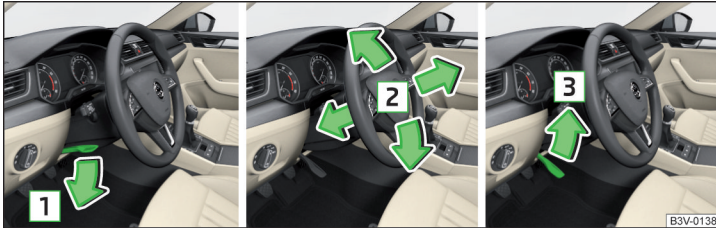

Abb. 2 Lenkradposition einstellen
- Den Sicherungshebel unter dem Lenkrad in Pfeilrichtung **1** schwenken » Abb. 2.